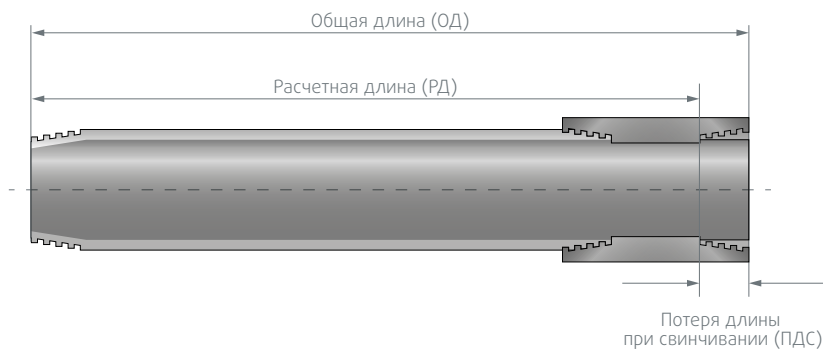

Рис. 6
- Обязательно используйте рабочую длину каждой трубы, которая будет спускаться в скважину (см. рис. 6).